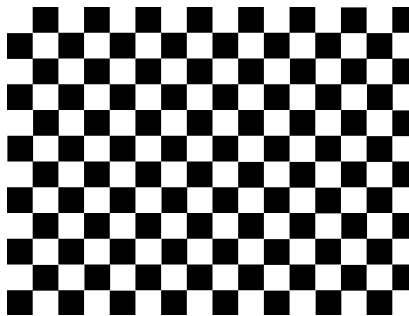

图 3-6. 棋盘测试图形示例
11. 棋盘图形的颜色使用前景颜色和背景颜色来指定。前景颜色用于其中一些棋盘格，而背景颜色用于交错的棋盘格。正如表 3-3 中所述，用户指定了水平棋盘格数量和垂直棋盘格数量。对于此图形，系统会自动根据棋盘格数量和显示 (DMD) 尺寸来确定每个方向上的棋盘格尺寸。例如，如果水平棋盘格数量为 4，垂直棋盘格数量为 4，并且 DMD 分辨率为 1280x720，则水平棋盘格尺寸为 320 像素，而垂直棋盘格尺寸为 180 像素 (1280 像素/4 棋盘格 = 320 像素；720 像素/4 棋盘格 = 180 像素)。图 3-6 展示了一个棋盘图形 (16 × 12 个棋盘格) 示例。